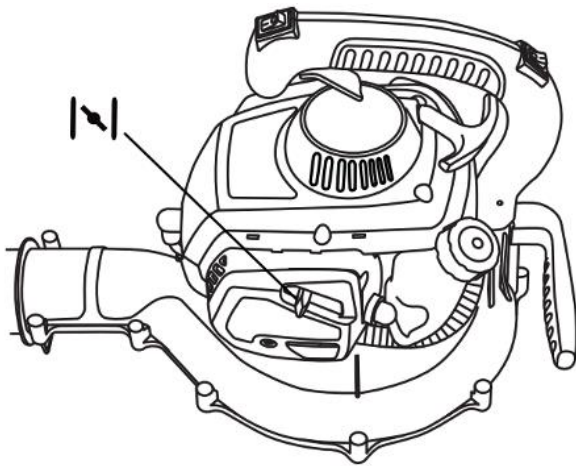
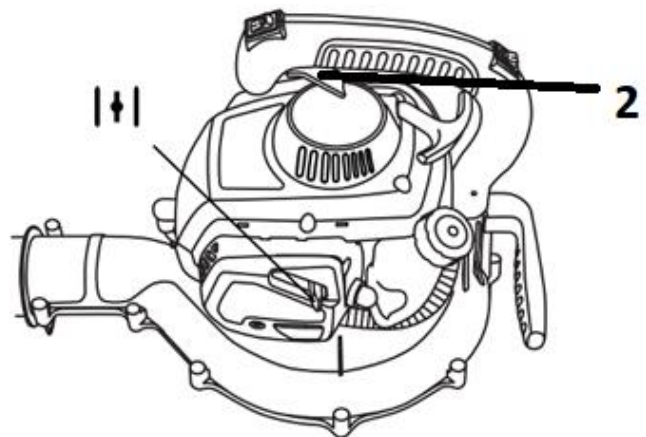

Abb. 6
Abb. 7
3. Wenn Sie den Motor in kaltem Zustand starten möchten, bringen Sie den Chokehebel in die Stellung  (Abb. 6). Wenn Sie den Motor in bereits erwärmtem Zustand starten möchten, bringen Sie den Chokehebel in die Stellung für den Motorbetrieb . (Abb. 7)
5. Stellen Sie nach dem Starten des Motors den Choke in die Position für den Motorbetrieb  (Abb. 7).
6. Verwenden Sie nach dem Starten des Motors den Gashebel (2) (Abb. 7) und lassen Sie den Motor zunächst 2 bis 3 Minuten warmlaufen, bevor Sie ihn belasten.